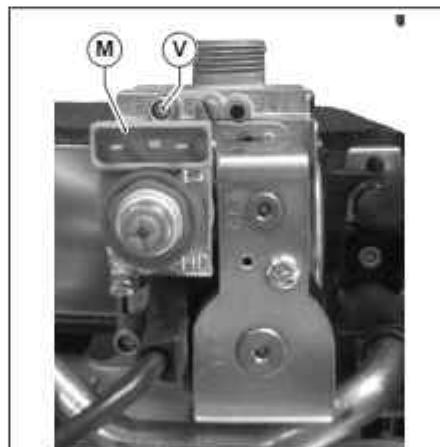

Рис. 48 Ниппель контроля
- Поключить манометр к штуцеру контроля давления V (смотри Рис. 48 Ниппель контроля).